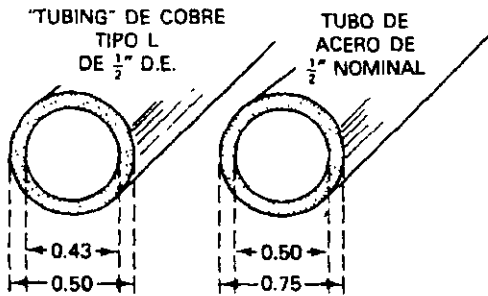

FIGURA R5-1 Método de medir "tubing" y tubo estándar.
se unen mediante conexiones que se atornillan en el tubo. Estos tubos también se pueden soldar. Otra diferencia entre "tubing" y tubo es el método de medición de tamaño (véase figura R5-1). Los tamaños de "tubing" se expresan en términos del diámetro exterior (DE), y los del tubo se expresan como diámetros nominales interiores (DI). Así, en la figura R5-1 el tubo de cobre tipo L tiene un diámetro interior de 0.43". El tubo de nominal de acero tiene un diámetro interno de 0.50", y un diámetro externo de 0.75".